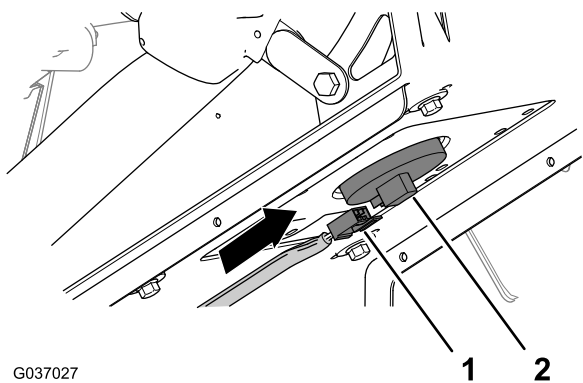

Figura 64
5. Ligue o conector elétrico da cablagem do chassis ao conector do interruptor do banco (Figura 64).